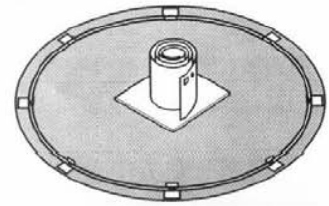

fig. 13
- b) Retirez la paroi enroulée dans la boîte et déposez-la debout sur un morceau de carton au centre du cercle (Fig. 13). Les marques prévues pour l'installation du skimmer doivent être vers le haut de la paroi.